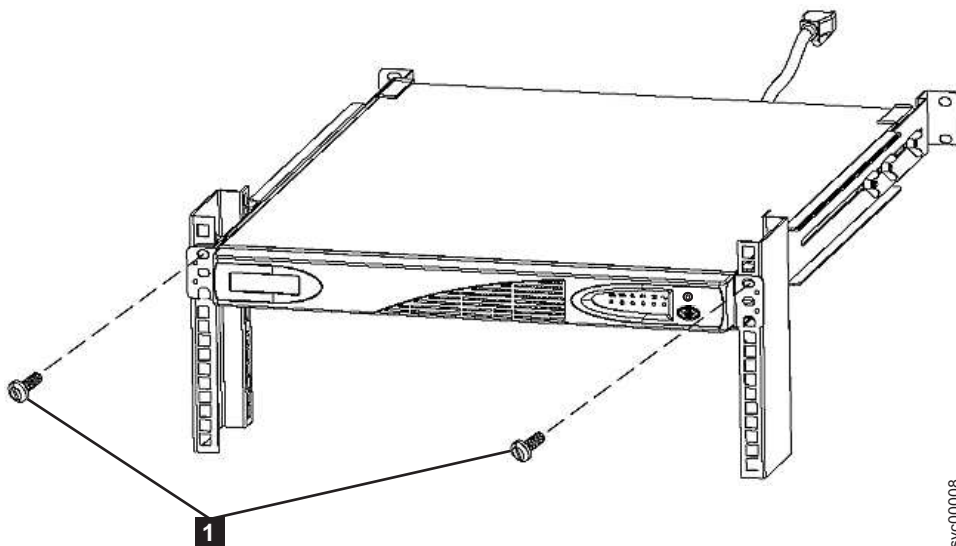

図 343. 2145 UPS-1U 用の取り付けねじ
4. 2145 UPS-1U の前面で、2 本の取り付けねじ (図 343 の **1**) を取り付けます。